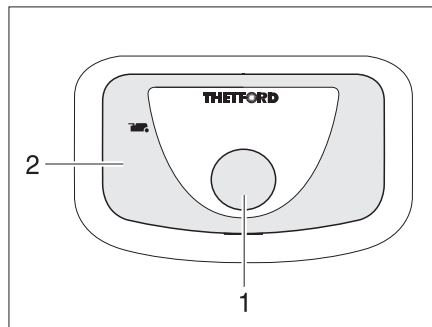

Bild 364 Spülknopf/Kontroll-Leuchte Thetford-Toilette
- Zum Spülen den blauen Spülknopf (Bild 364,1) drücken.
Die Kontroll-Leuchte (Bild 364,2) leuchtet, wenn die Thetford-Kassette entleert werden muss.
- Den Schieberhebel (Bild 364,1) im Uhrzeigersinn schieben. Der Schieber wird geschlossen. Zum Entleeren **muss** in der Thetford-Toilette der Schieber geschlossen sein.